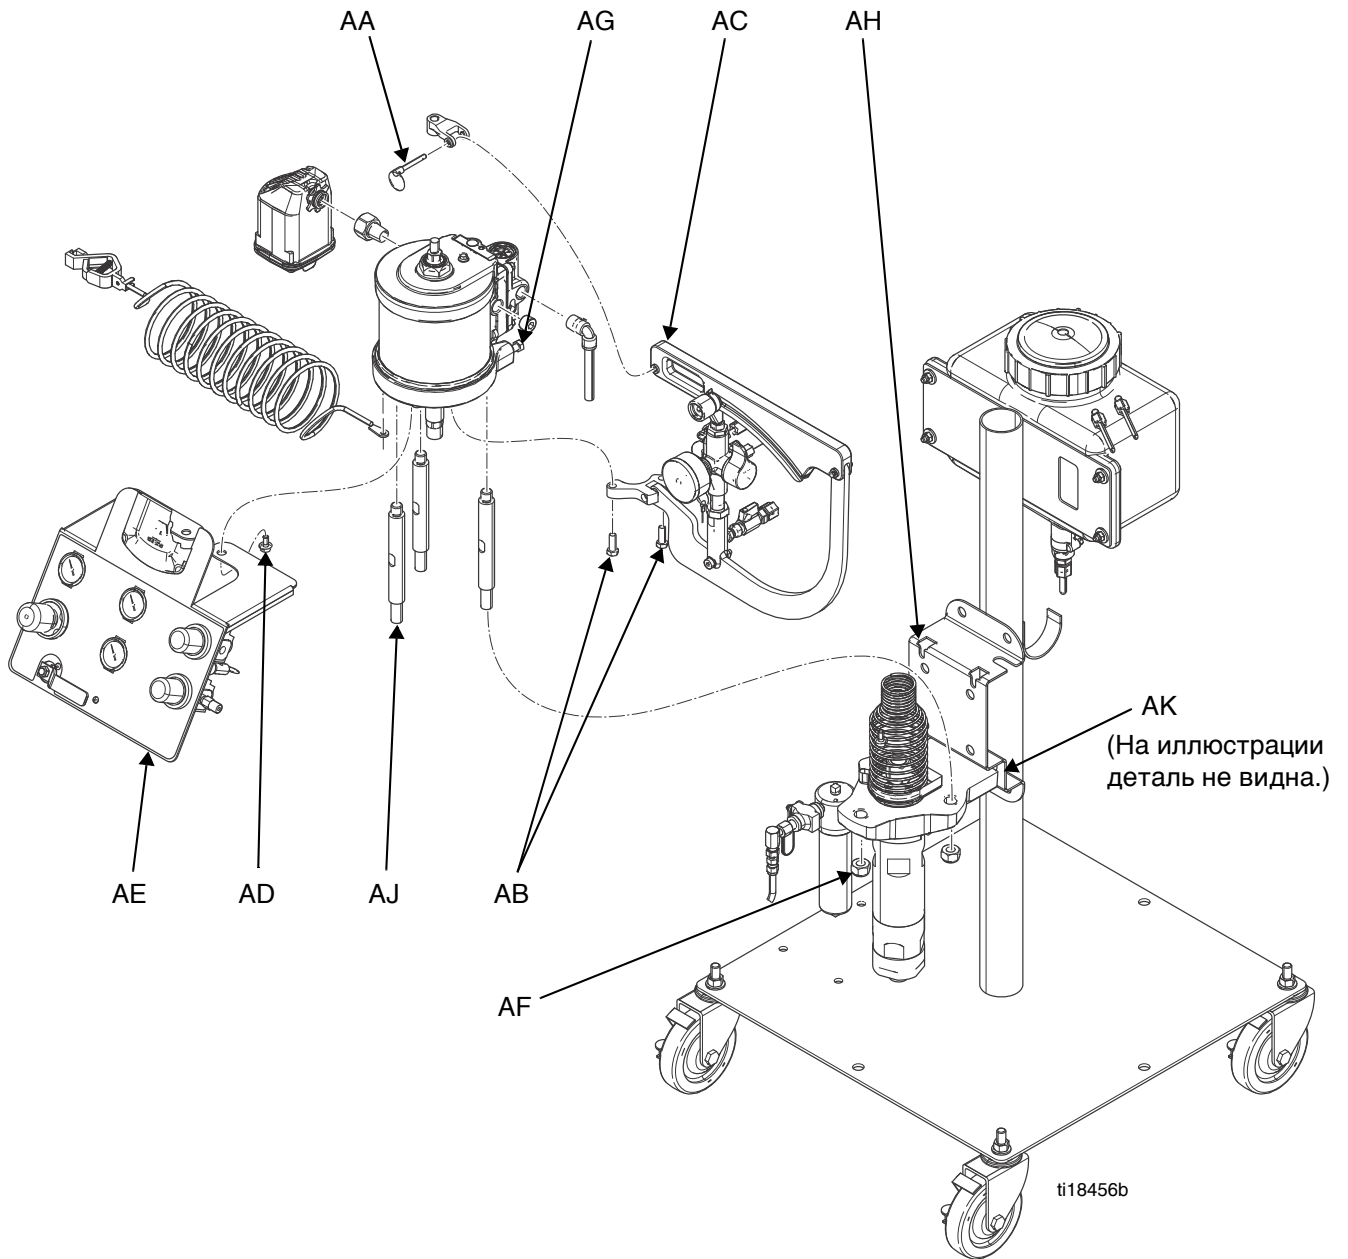

Рис. 33
Сведения о техническом обслуживании и деталях пневматического двигателя содержатся в руководстве 3A2313. См. Рис. 33 на странице 43.
См. Рис. 33 на странице 43.
3. Отсоедините главный воздухопровод от панели управления пневматической системой (AE).
4. Отсоедините от пневматического двигателя следующие детали, выполняя описанные ниже действия (см. Рис. 33 на странице 43).
- b. Снимите верхний штифт (AA), соединяющий верхнее плечо насоса для катализатора с пневматическим двигателем. Затем снимите болты (AB), с помощью которых нижнее плечо насоса для катализатора крепится к пневматическому двигателю. Затем снимите насос для катализатора и узел плечей управления (AC).
- c. Снимите два болта (AD), с помощью которых панель управления пневматической системой крепится к пневматическому двигателю, после чего снимите панель управления пневматической системой (AE).
7. С помощью торцового ключа ослабьте два винта (AG), посредством которых пневматический двигатель крепится к монтажному кронштейну (AH).
8. С помощью торцового ключа снимите два винта (AK), с помощью которых поршневой насос крепится к монтажному кронштейну.